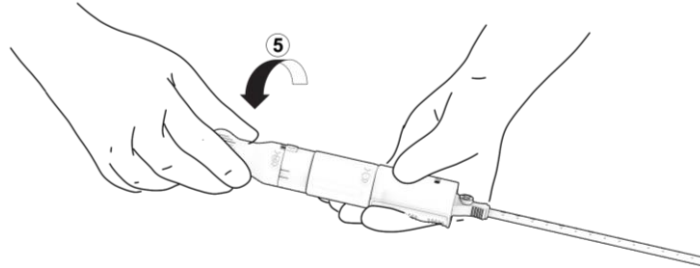

Bild 16. Frigör implantatet.
- a. Placera den fria handen på frigöringskolven (märkt med "5") och rotera denna greppsektion en bit, 90° i den riktning som anges, fram till de första inriktningmärkena. Bild 16. Implantatet är nu i den helt expanderade konfigurationen, men det är fortfarande fäst vid anordningens handtag.